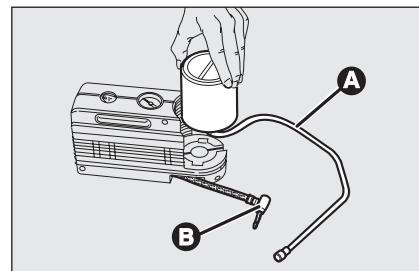

fig. 17
- ☐ disinserire l'innesto **B**-fig. 17;